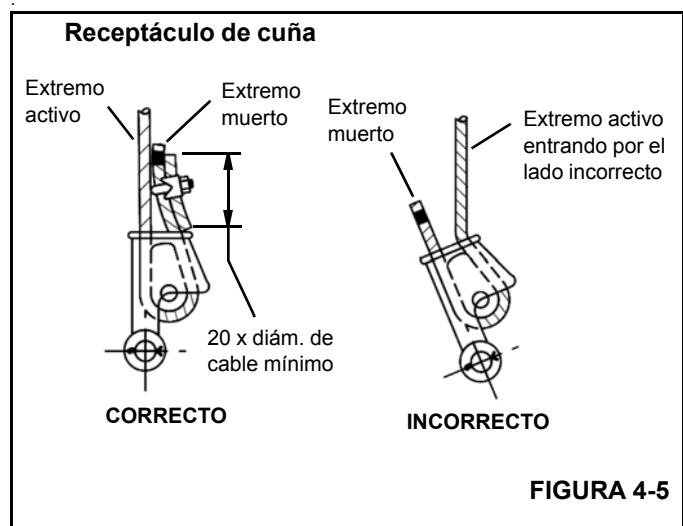

FIGURA 4-5
3. Inserte el cable en el receptáculo, asegurándose que el extremo activo (Figura 4-5) del cable quede directamente en línea con las orejetas del receptáculo y con la dirección de la tracción que se aplicará al cable. Si el cable se instala de modo incorrecto en el receptáculo, se producirá un dobléz en el punto que el cable sale del receptáculo, y el borde del receptáculo desgastará el cable, causándole daños y la falla eventual del mismo.
4. Forme un lazo con el cable y devuelva el cable a través del receptáculo, permitiendo que el extremo muerto (Figura 4-5) sobresalga del receptáculo. Verifique que el extremo muerto del cable tenga un largo suficiente para aplicarle un aparejo de terminación al extremo después de haber asentado la cuña.